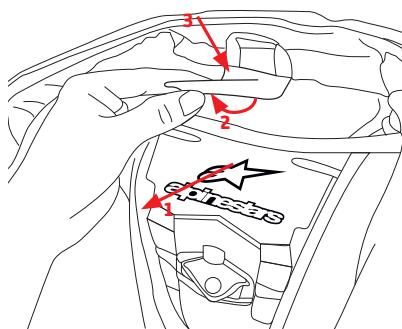
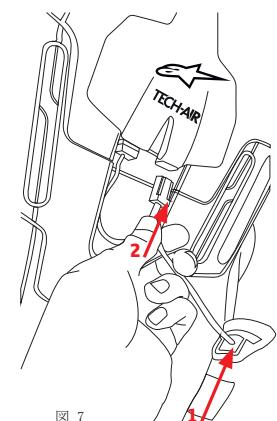

図 6
図 7
3. ふたつめの首用マジックテープアタッチメントフラップ (12) をはがして、ベストの首用マジックテープアタッチメント (13) に装着します。この新しいフラップ部分を中心に取り付けます (図6)
4. 肩下部のマジックテープアタッチメント (15) と肩上部マジックテープアタッチメント (14) スーツ内のそれぞれのパッチについて、右肩左肩に沿って合わせます。
5. 保管ポケットからLED表示プラグを取り外し (17) グレーのソケット (5) に差し込みます (図7)
6. マスタースイッチをonにします (8)。移動中または保管中以外ではマスタースイッチが常にonになっていることを確認してください。
8. スーツの黄色ジップ (10) とベスト (1) を使ってスーツの中にベストを納めます。